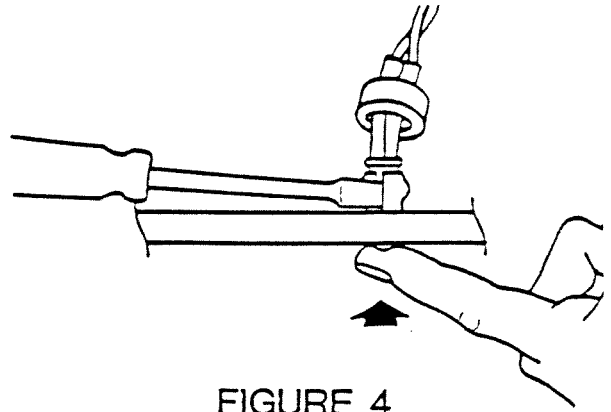

FIGURE 4
- b. Drücken Sie die Vorderseite der Leuchtdiode auf das Laufwerk zu und drücken Sie mit einem Schraubendreher den Leuchtdiodenhalter vorsichtig auseinander (Abb. 4), bis die Leuchtdiode sich von der Deckplatte löst.